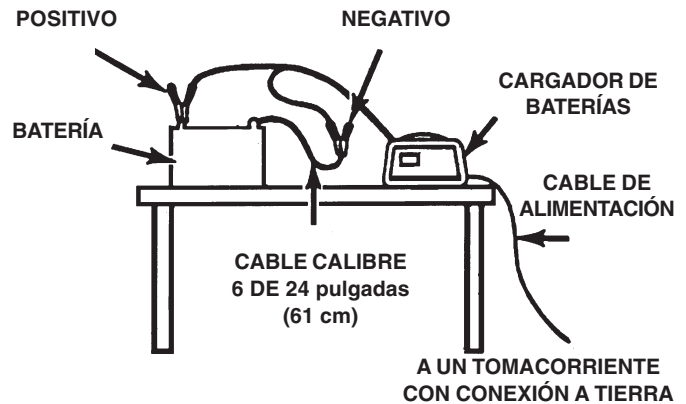

ILUSTRACIÓN 8: CONECTAR LA PINZA NEGATIVA PARA LA BATERÍA AL EXTREMO DE UN CABLE DE 24 PULGADAS (61 cm)
- N, o -) de la terminal no conectado a tierra. Conecte la pinza POSITIVA (ROJA) al chasis o bloque del motor del vehículo, lejos de la batería. No conecte la pinza al carburador, líneas de combustible o placas de metal de la carrocería. Conecte la pinza a una parte de metal grueso del bastidor o el bloque del motor. (Ilustración 8)